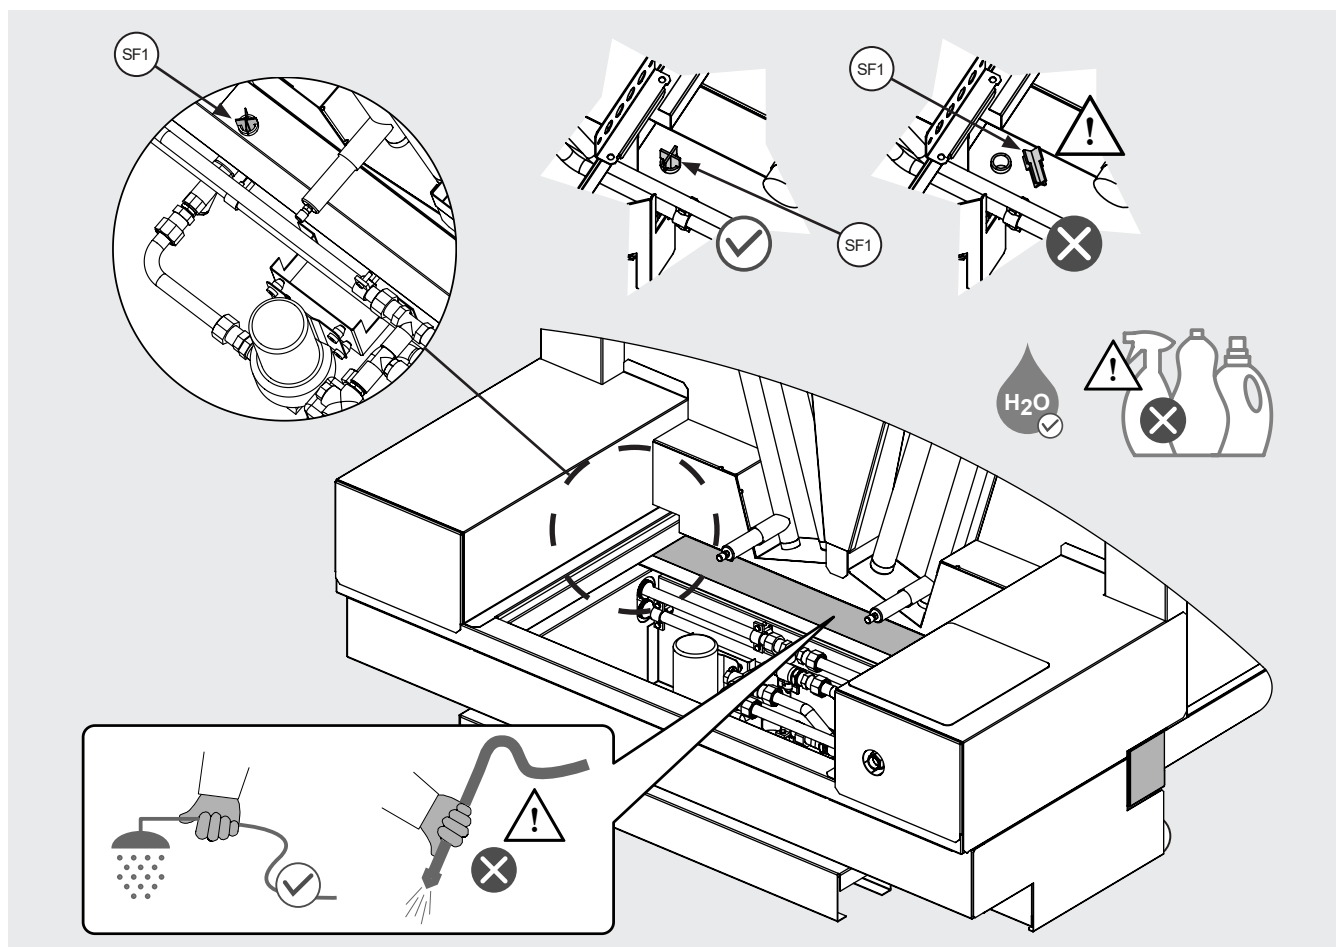

Figura 27
12.15.7 Limpie con agua corriente sin presión, teniendo cuidado de no dañar las conexiones eléctricas y los sensores de nivel, véanse la Figura 2 y la Figura 27. No utilice agua a presión ni sustancias limpiadoras o agresivas.
12.15.8 Limpie cuidadosamente el divisor de caudal SF1. No lo extraiga de la carcasa. Si se retira accidentalmente, vuelva a colocarlo. Véase la Figura 27.
12.16.1 Consulte el punto 2.9 para obtener una descripción funcional del interruptor de nivel (W1) y su ubicación. El interruptor de nivel (W1) se encuentra dentro del depósito externo (V2), véase la Figura 27.